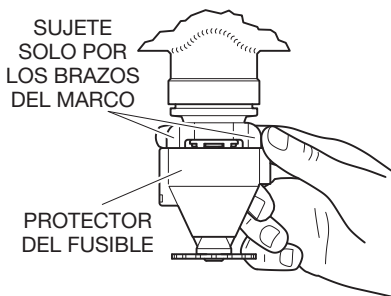
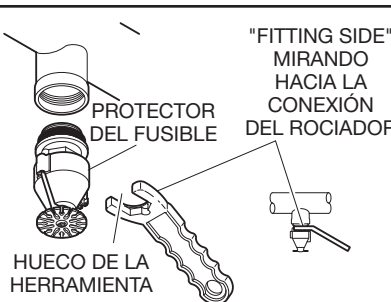

FIGURA 5
FIGURA 6
- Para evitar dañar el conjunto del fusible durante la instalación, asegúrese de que el protector del fusible pre-montado en fábrica permanezca fijado al rociador y manipule el rociador únicamente por los brazos del marco como se muestra en la figura 5. Use solo la herramienta de alineación para rociadores apropiada como se muestra en la figura 6.
(Opcional) Use la herramienta de alineación como se muestra en la figura 6 para trabajar mejor.